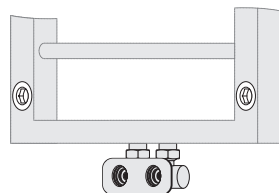

Рис. 4
5.1. Сборку и установку изделия производить согласно схеме (рис. 4).